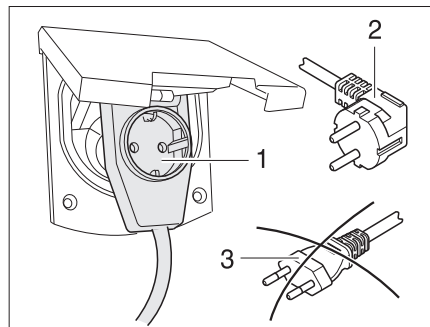

Fig. 155 Conexión a un conector con salida lateral del cable con caja de enchufe
- ▶ Al utilizar un acoplamiento acodado CEE 17, con caja de enchufe incorporada en el lado trasero (Fig. 155,1), emplear únicamente un conector IP 44 de goma impermeable, con contacto protector (Fig. 155,2). No utilizar conector sin contacto protector (Fig. 155,3). ¡Peligro de electrocución!